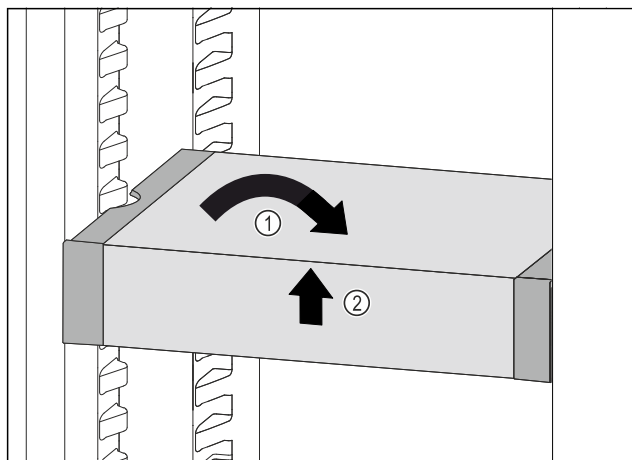

Fig. 180
- Vendosni drejt VarioSafe. Fig. 180 (1)
- Ngrini lart VarioSafe në pjesën përpara. Fig. 180 (2)